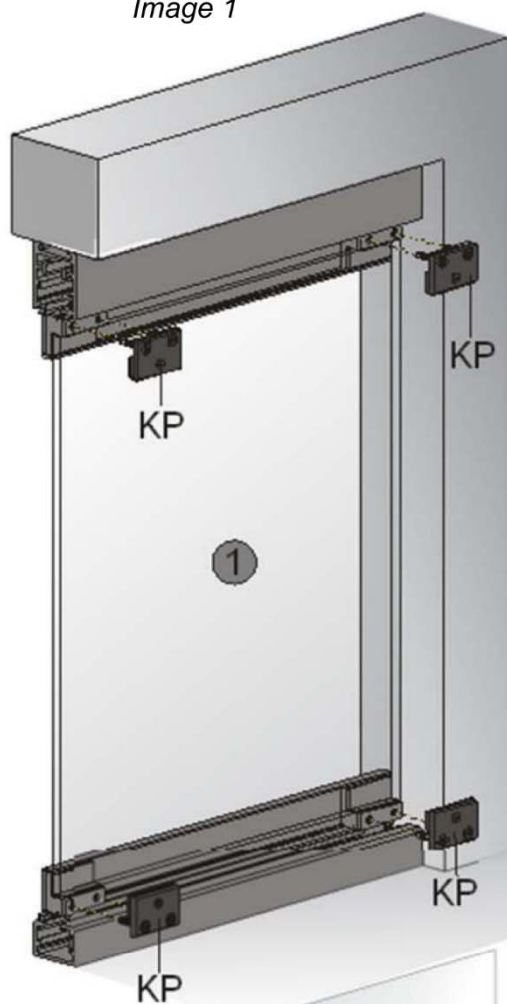

Bild 3
6. Blenden BO und BU einclipen (siehe Bild 3).